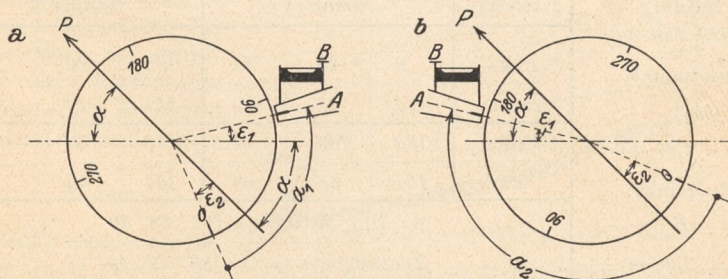

Abb. 49. Vertikalwinkelmessung in zwei Fernrohrlagen.
b) Die **Winkelmessung in zwei Fernrohrlagen** ist am einfachsten mit einer Nonienlibelle; zweckmäßig ist es, wenn neben dieser noch eine Alhidadenlibelle vorhanden ist. Bei der Messung zielt man bei vertikal stehender Umdrehungsachse in der ersten Fernrohrlage — z. B. mit „Kreis links“ — den Punkt P (Abb. 49), nach dem der Vertikalwinkel α